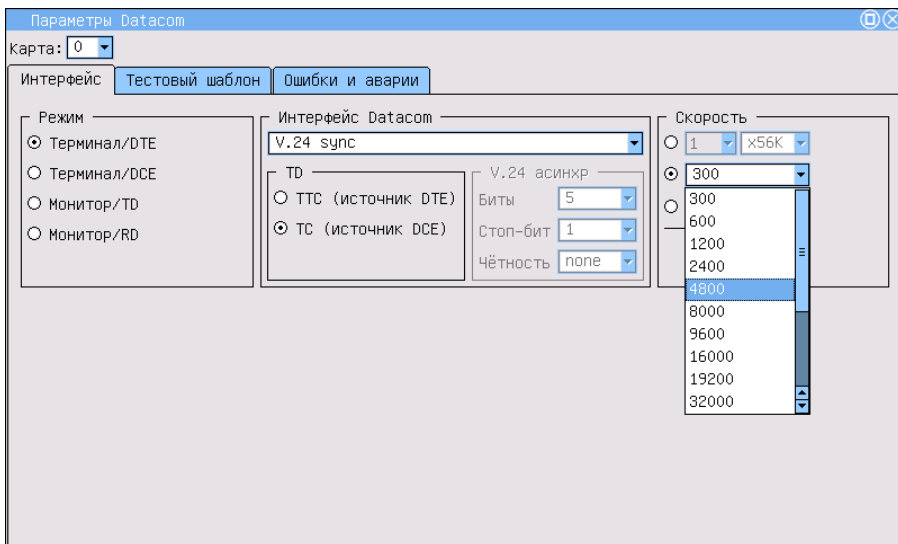

Рис. 3.5. Выбор скорости передачи данных
- Поле **Скорость** позволяет задать скорость тестирования (рис.3.5).